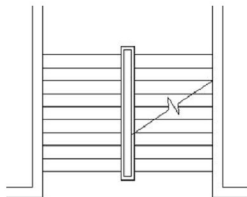

图 2.123 修剪与折断线重合的踏步线
⑥ 启动【修剪】命令（快捷键 TR），将踏步线修整至图 2.123 所示的状态。